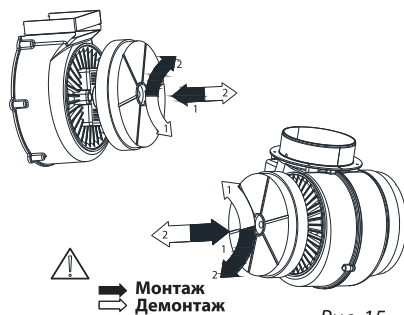

Рис. 15
4. Затем, повторяя все шаги по пункту 3 в обратном порядке, установите новый фильтр на корпусе двигателя и поверните его по часовой стрелке для фиксации (рис. 15).